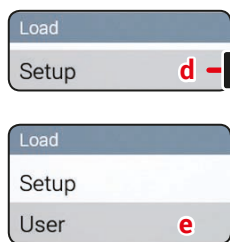

Fig. 34
- 1 Select **Load > Configuration (d)** in Fig. 34 and press **OK**.